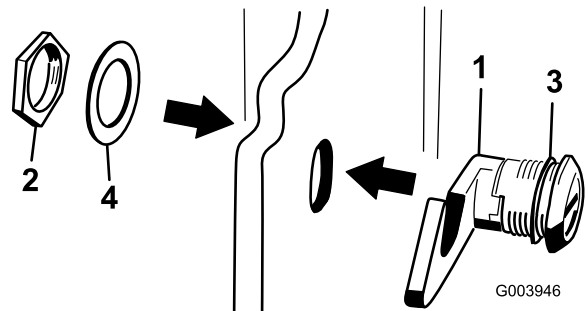

Рисунок 18
3. Отверните гайку с узла защелки капота (Рисунок 18).